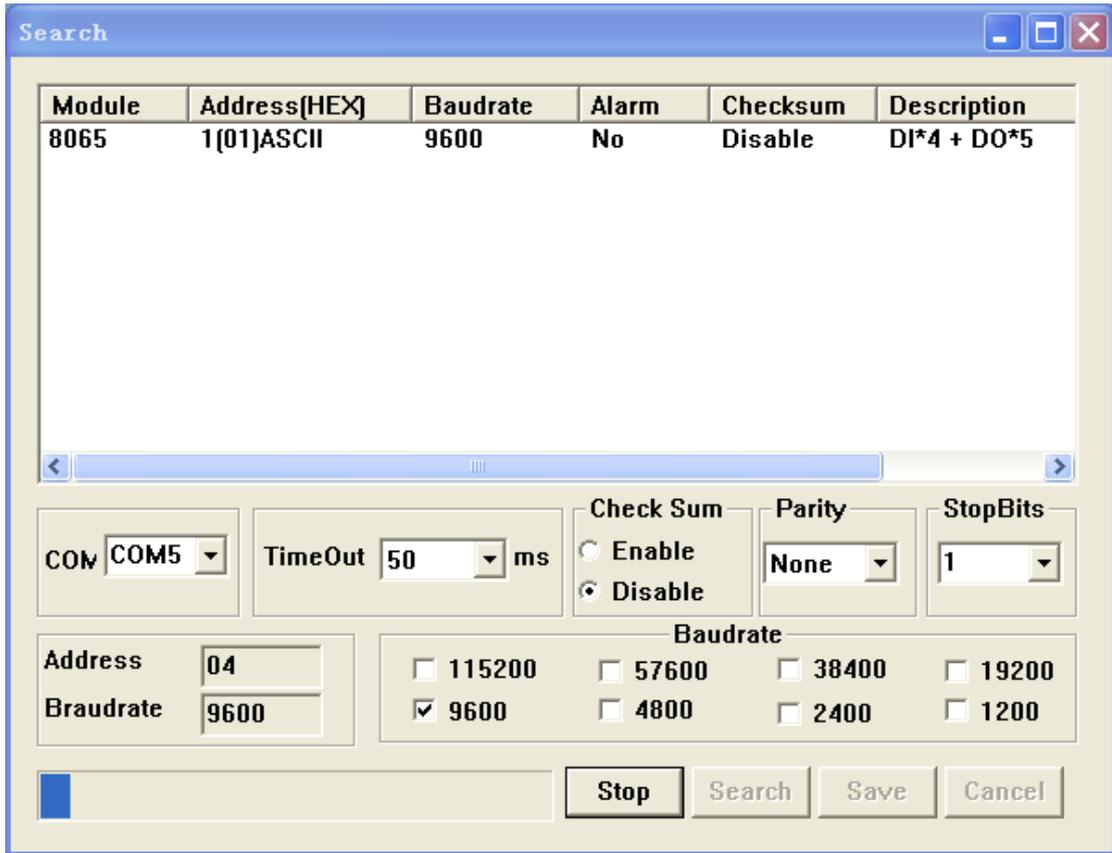

图 9 设备信息
③点击“Search”按钮，如果只搜索到一个设备，如图 9 所示，